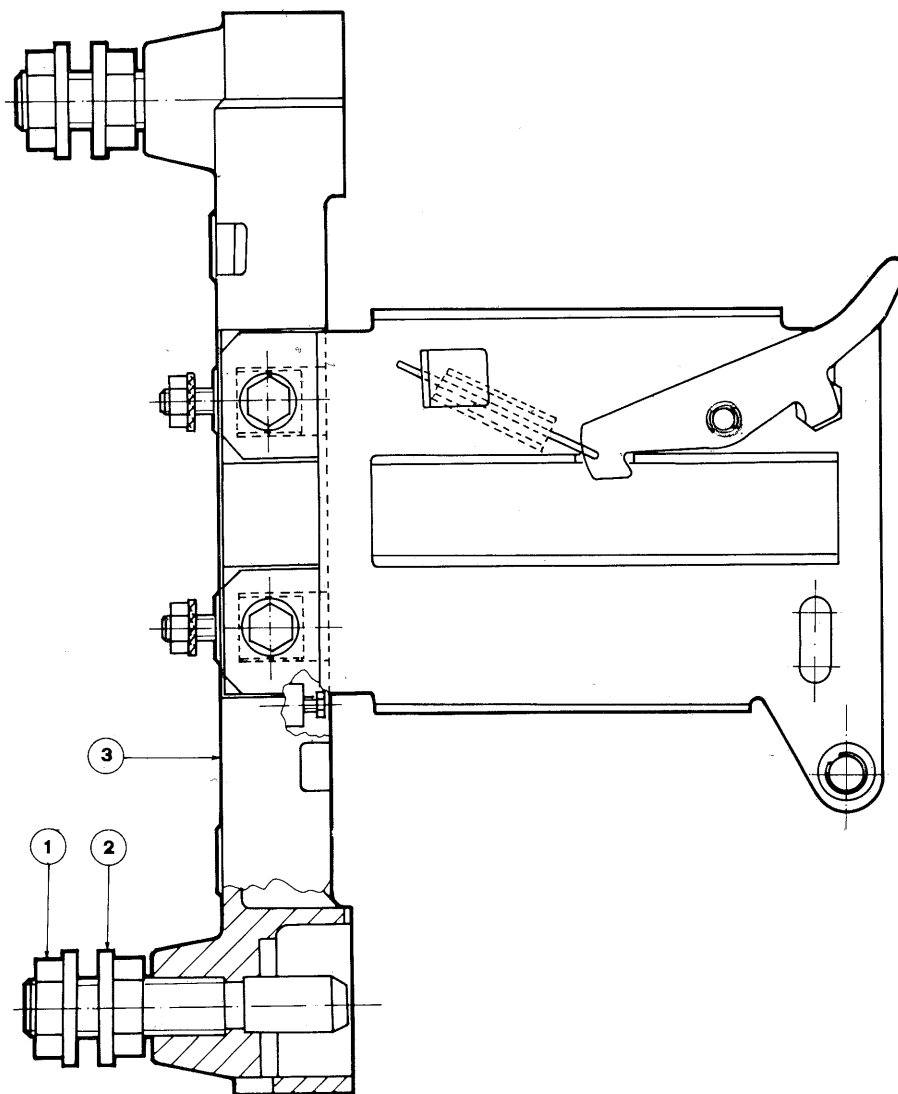

Fig. 13
7.7. Trasformazione dell'interruttore base in interruttore sezionabile con attacchi posteriori (fig. 13)
- a) avvitare i dadi (1) con le rosette (2) agli attacchi della basetta (3) come indicato in figura
7.7. Conversion of a basic breaker into a rear terminal draw-out breaker (fig. 13)
- a) screw down nuts (1) and washers (2) on the connection of base (3) as shown on the figure